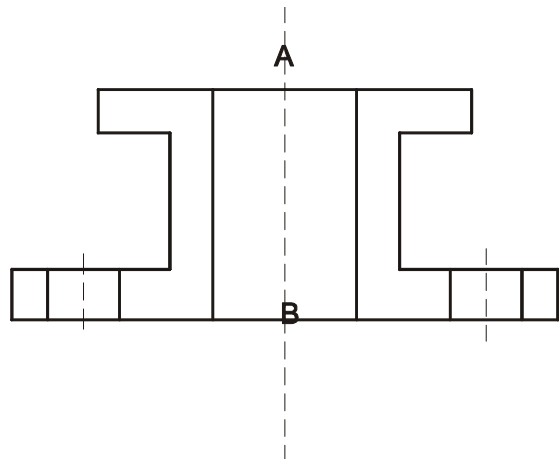

图 3-6-3
STEP 03 使用 MIRROR 命令镜像复制前面绘制的轮廓线，再将左右两侧的中心线打断，如图 3-6-3 所示。其具体操作如下：
指定镜像线的第一点：点取 A 点，如图 3-6-3 所示